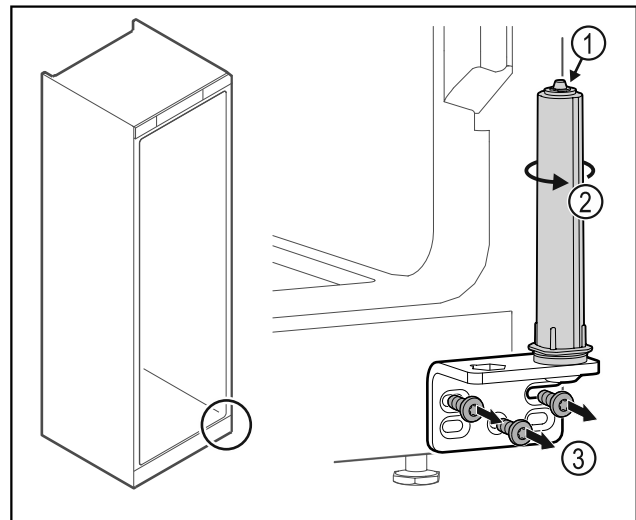

Fig. 34
- Türschließsystem nicht zerlegen Fig. 34 (1).
- Schließsystem Fig. 34 (2) drehen, bis es klickt.
- Scharnierwinkel Fig. 34 (3) abschrauben.